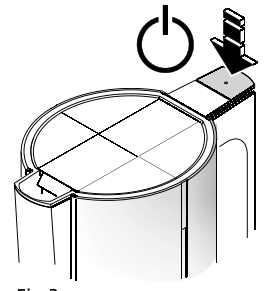

Fig.3
- Kedlen anbringes på bundstykket. Sæt derefter stikket i stikkontakten og tryk på ON/OFF knappen med dioden (Fig. 3). Dioden vil nu lyse. Vandet vil koge i løbet af få minutter alt afhængig af vandmængde.